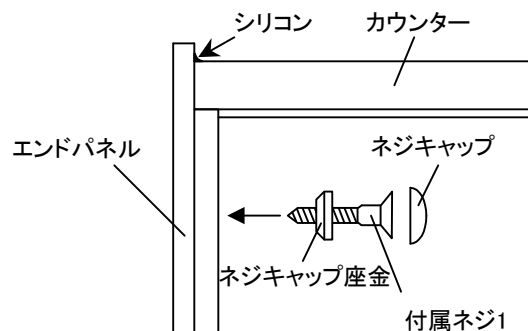

図12
- (3)エンドパネルを後壁に押し当て、側板の6ヶ所よりネジキャップ座金を介して付属ネジ1で固定してください。(図12参照)
- (4)固定したネジ頭にネジキャップを装着してください。(図12参照)